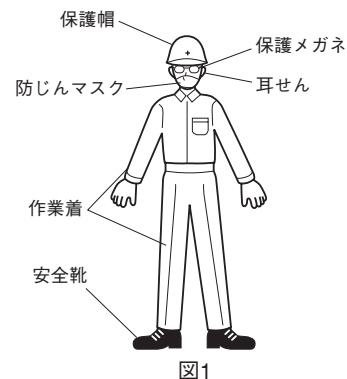

図1
- **作業に適した服装をしてください。** (図1)
- **常に保護メガネを着用してください。** (図1)
- **大きな騒音を発する場合は耳せんを着用してください。** (図1)
- **防じんマスクを着用してください。** (図1)